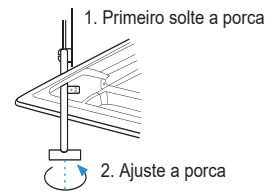

Figura 3.18
- Se não afetar a suspensão e o abaixamento da unidade terminal e da tubulação de descarga de água, você pode usar as aberturas nos quatro cantos do painel para ajustar a altura da unidade terminal. Consulte a Figura 3.18.